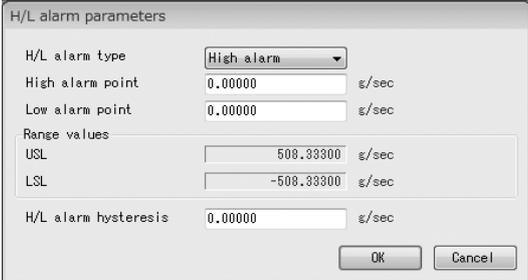

図66
- ① メニューの「Setup(S)」>「H/L alarm」>「H/L alarm parameters」をクリックします。
② 次のウィンドウ(図66)が表示されます。ここではH/Lアラームのパラメータを設定します。